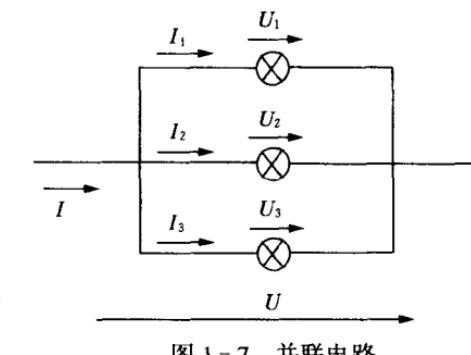

图 1-7 并联电路
并联就是把几个电阻或电器并排地连接起来。图 1-7 所示是 3 个灯泡组成的并联电路。
① 各并联电阻两端承受同一电压，如图 1-7 中 3 个灯泡所承受电压均等于电源电压，即：